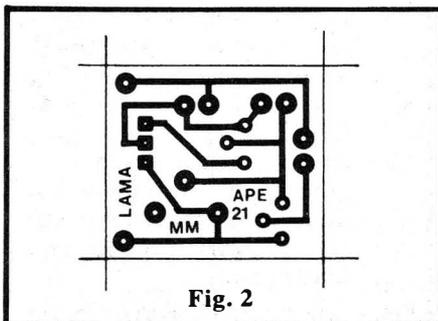

Fig. 2
- **FIG. 2** - Lay out do Circuito Impresso específico para a montagem da LAMA. O padrão é muito simples, incapaz de "assustar" mesmo a quem vai tentar a confecção da sua **primeira placa**. Como o desenho está em tamanho natural (escala 1:1) pode ser copiado diretamente sobre a face cobreada de um fenolite virgem, usando-se decalques próprios, ou tinta ácido-resistente, executando-se, em seguida, os necessários procedimentos de corrosão na solução de perclorato de ferro, limpeza, furação, etc. Quem quiser "moleza" pode ainda adquirir a LAMA na forma de KIT completo (ver anúncio em outra parte da presente APE) que inclui, além de todos os componentes relacionados na LISTA DE PEÇAS (menos OPCIONAIS/DIVERSOS...), a plaquinha já pronta, furada, protegida por verniz e com o "chapeado" da montagem demarcada em **silk-screen** pelo lado não cobreado,